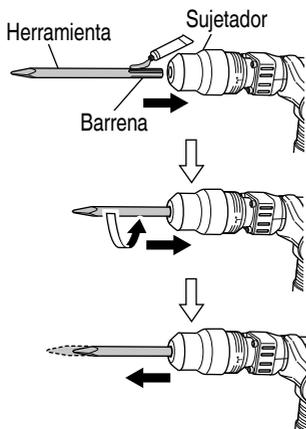

Fig. 7
- (1) Limpiar y engrasar la espiga con la grasa o aceite de máquina.
(2) Para fijar la herramienta (espiga SDS max), insértela en el orificio hasta que entre en contacto con el extremo interior del mismo, como se muestra en la Fig. 7. Si continúa girando la herramienta con una ligera presión, podrá sentir un punto en el que note un obstáculo. En tal punto, tire del mango lateral en el sentido de la marca de flecha e inserte la herramienta completamente hasta que entre en contacto con el extremo interior. Al soltar el mango, éste volverá y asegurará la herramienta en su lugar.
- (2) Suelte la empuñadura (B), gire la herramienta, y cerciórese de que haya quedado completamente bloqueada.
9. Extracción de la herramienta. Tal como se muestra en la Fig. 7, tire de la empuñadura y extraiga la herramienta.